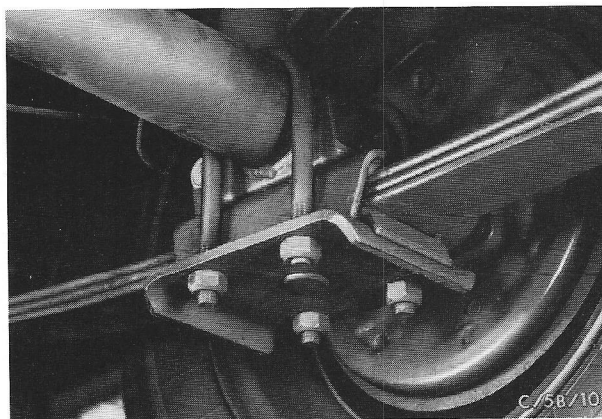

Fig.140 Achterveer met U-bouten.
7. Monteer het onderste rubber lager, de steunplaat en de U-bouten. Breng de achteras met de bevestigingsplaat en de twee rubber lagere boven de centrale veerbout. Draai nieuwe zelfborgende moeren op de U-bouten. Druk de achteras stevig tegen de veer (breng de veer met een krik zonodig iets omhoog) en draai de moeren gelijkmatig aan, zet ze met het voorgeschreven aantrekkoppel vast (fig.140).